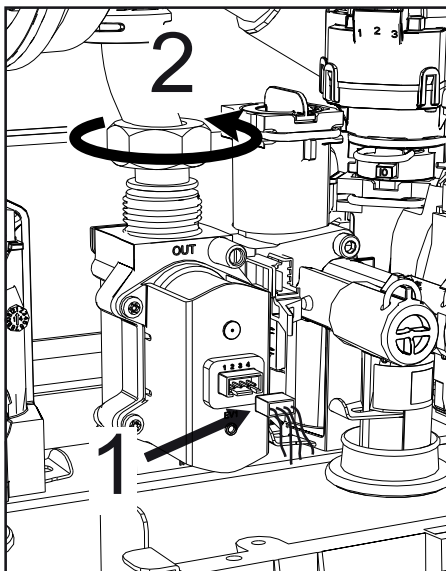

fig. 66 -
- Scollegare i connettori elettrici "1" ("fig. 66 -").
- Scollegare il tubo di alimentazione gas "2" ("fig. 66 -")